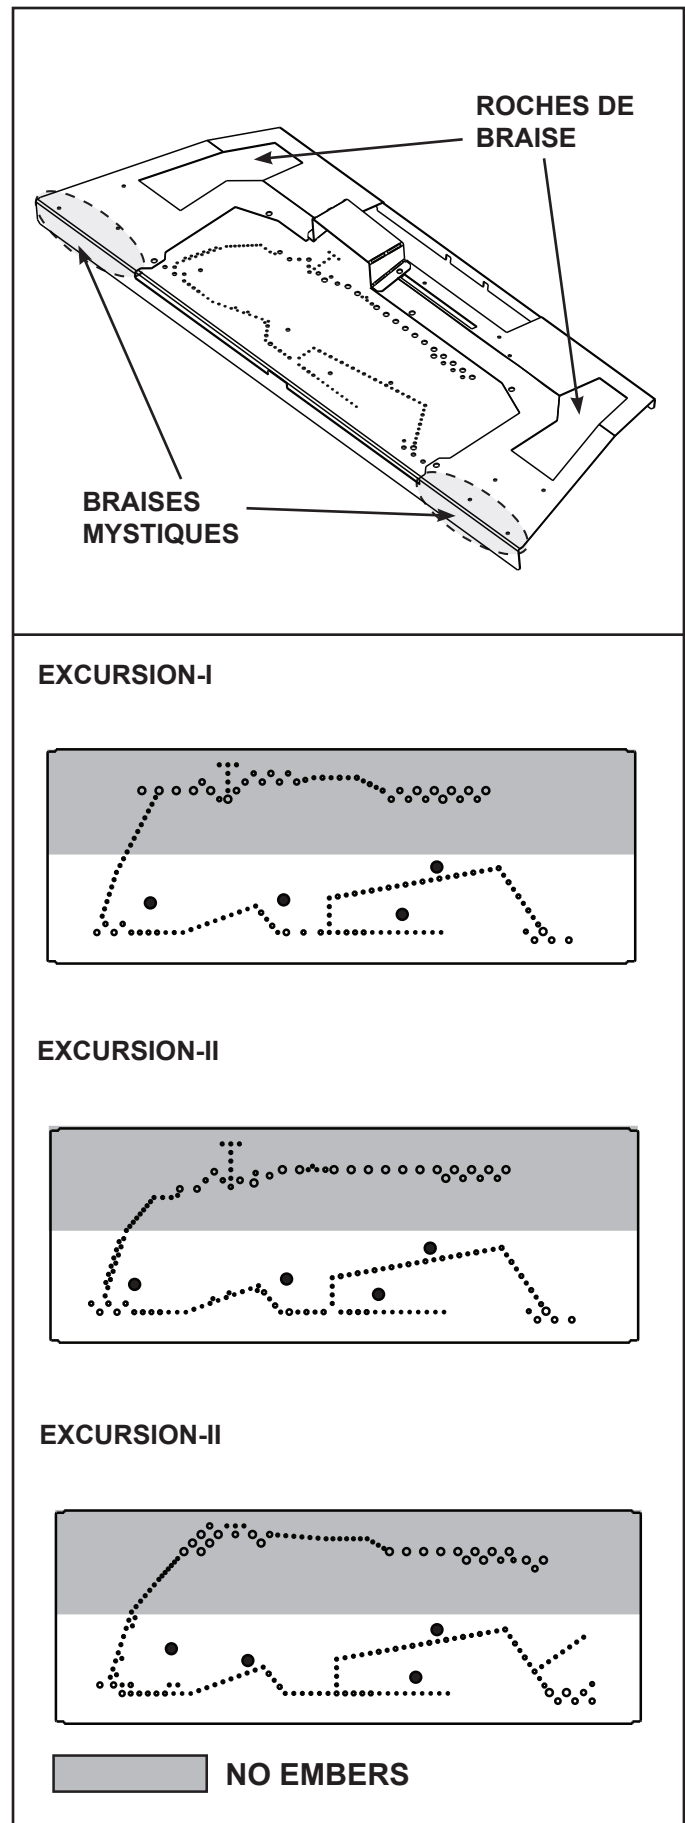

Figure 9.4 Placement des braises
- Utilisez des braises mystiques pour masquer la transition entre la base réfractaire et le plateau de base. Voir la figure 9.4.
- Les braises ne PEUVENT PAS être disposées directement sur les orifices de brûleur, comme indiqué à la figure 9.4, ou dans la zone de la veilleuse, comme indiqué à la figure 9.4.
- Les braises peuvent être disposées sur les orifices des zones indiquées à la figure 9.4. Ces braises doivent être disposées sans structure par-dessus des orifices, sans les presser sur ou dans les orifices. Disposez en une seule couche ne dépassant pas une épaisseur de 6 mm (1/4 po).